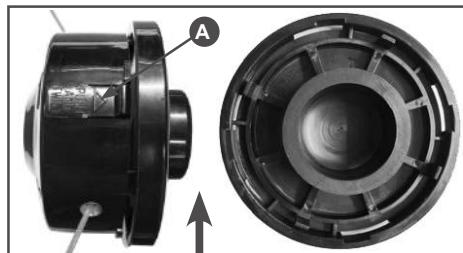

Рис. 23 Снятие крышки триммерной головки
Нажимая на фиксатор (A) Рис. 23 одновременно поверните крышку головки по часовой стрелке и снимите ее с корпуса головки (Рис. 23).